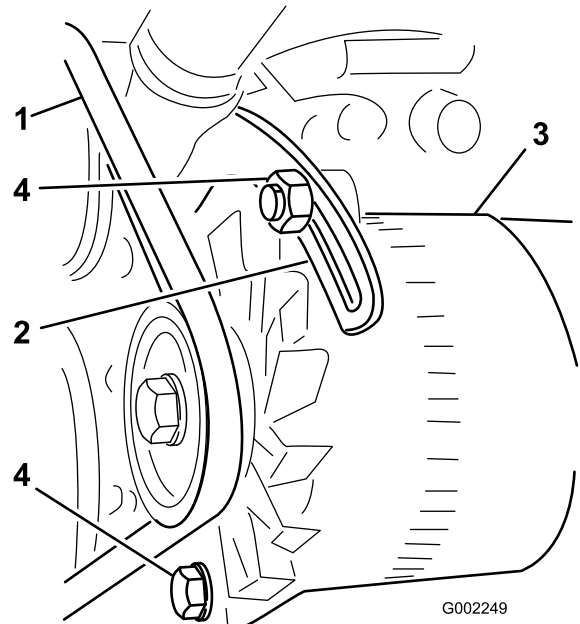

Figura 138
3. Afloje el perno del punto de pivote del alternador; afloje el perno que fija el alternador al tirante ranurado (Figura 138).